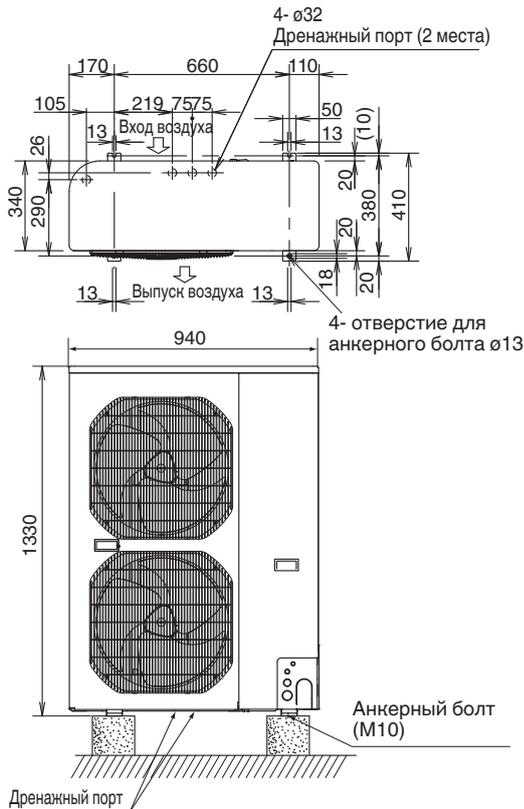

Рис. 3-1
- См. Рис. 3-1 для получения информации о размерах анкерных болтов.
- Для получения информации о размерах дренажного порта, см. Рис. 3-1.